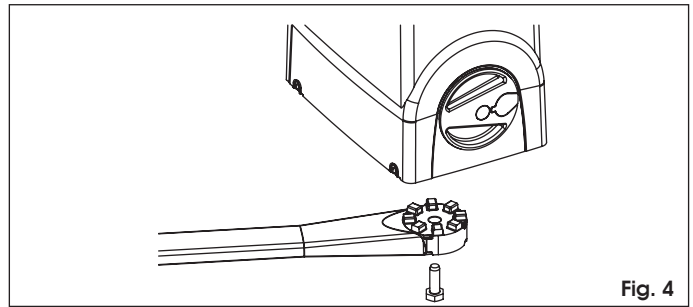

Fig. 4
4. Fissare il braccio all'operatore, come riportato nelle istruzioni dell'operatore, Fig. 4.